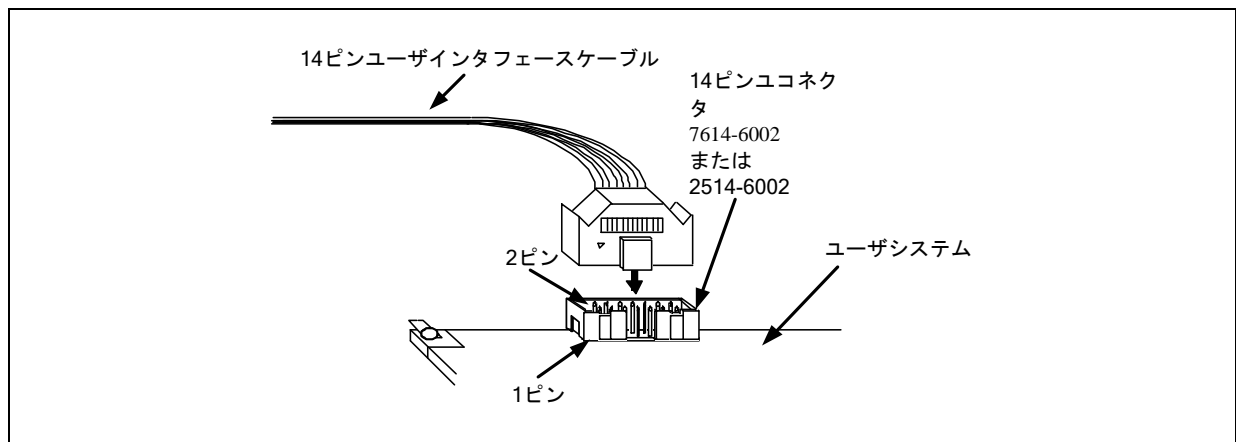

図2.3 E2 Liteでの14ピンコネクタへのユーザインタフェースケーブル接続方法
- (3) コネクタのピン配置は、対象マイコンのE1/E20エミュレータ、E2エミュレータLite別冊マニュアルを参照してください。
- (4) ユーザシステム上に実装したエミュレータ接続コネクタとE2 Liteをユーザインタフェースケーブルで接続します。図2.3にE2 Liteとエミュレータ接続コネクタの接続方法を示します。